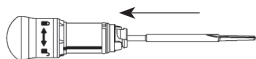

Abb. 2
2. Dissektionsinstrument in das distale Ende des Handstücks einführen und langsam drehen, bis es einrastet (Abbildung 2).